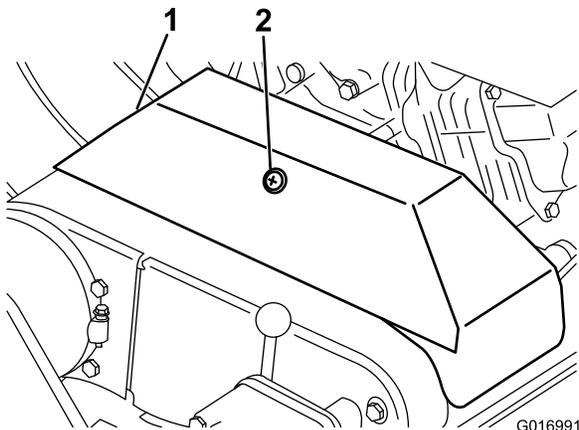

Figure 32
3. Desserrez le dispositif de retenue du couvercle de la courroie trapézoïdale et ouvrez le couvercle (Figure 32).